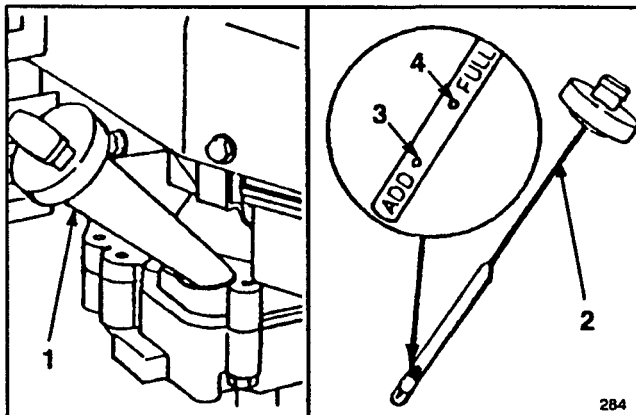

Abbildung 8
Das Kurbelgehäuse mit Öl vom Typ SAE 30 füllen, bis der Ölstand die Markierung VOLL auf dem Meßstab erreicht (siehe Abb. 8). Das Kurbelgehäuse faßt maximal 0,75 Liter Öl. Verwenden Sie qualitativ hochwertige Öle, die den API (American Petroleum Institute) Normen SF, SG oder SH entsprechen.
Vor jedem Gebrauch sicherstellen, daß sich der Ölstand zwischen VOLL und NACHFÜLLEN befindet (Abb. 8). Öl nachfüllen, falls der Ölstand zu niedrig ist.
3. Den Ölmeßstab abwischen und in den Einfüllstutzen stecken. Die Verschlusskappe um eine Vierteldrehung drehen. Den Meßstab wieder herausziehen und den Ölstand prüfen (Abb. 8). Ist der Ölstand niedrig, den Ölstand nur bis zur VOLL-Markierung auffüllen. **NICHT ÜBER DIE VOLL-MARKIERUNG ANFÜLLEN, DENN DER MOTOR KÖNNTE BEIM STARTEN BESCHÄDIGT WERDEN; ÖL LANGSAM EINFÜLLEN.**
1. **ÖLSTAND PRÜFEN**—Ölstand, wie auf dem Ölmeßstab gezeigt, zwischen VOLL und NACHFÜLLEN halten (Abb. 8).
2. **SCHNEIDEN UND AUFFANGEN**—Beste Ergebnisse werden erzielt, wenn nur etwa 1/3 des Grashalms geschnitten wird. Wird langes Gras geschnitten, empfiehlt sich die höchste Schnitthöheneinstellung (E) für den ersten Mähgang. Danach ist das Gras mit einer üblichen Schnitthöhe noch einmal zu mähen. Wird zu langes Gras gemäht, kann der Mäher verstopfen und der Motor abgedrosselt werden.